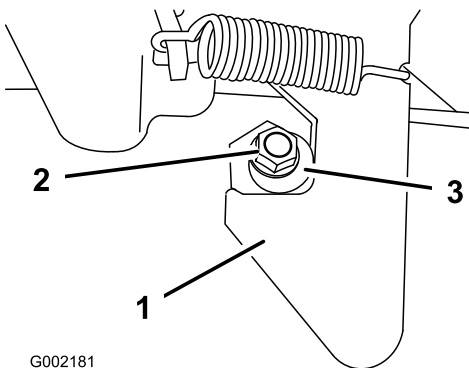

Figura 54
1. Afloje la contratuerca del extremo del tope del enganche (Figura 54).
2. Gire el tope del enganche en sentido horario hasta que quede apretado contra el enganche (Figura 54).